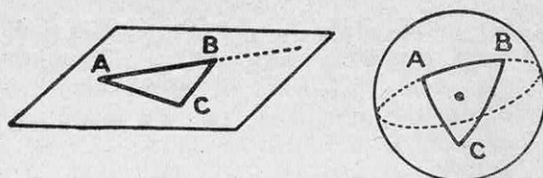

FIG. 4. — L'UNIVERS « RIEMANNIEN » EST A L'UNIVERS « EUCLIDIEN », TEL QUE NOUS LE CONCEVONS ORDINAIREMENT, CE QUE LA SPHÈRE EST AU PLAN
Sur le plan (fig. 4), la plus courte distance des deux points *A* et *B* est la droite *AB* ; on peut prolonger cette ligne indéfiniment, sans qu'elle revienne jamais en arrière ; la somme des angles d'un triangle *ABC* est rigoureusement égale à deux droits. Sur la sphère, la plus courte distance de deux points *A* et *B* est l'arc de grand cercle
FIG. 4. — COMMENT ON ÉTUDIE DANS UNE SALLE LA RÉFLEXION DU SON SUR LES PAROIS. L'opérateur, placé en a, donne un coup sec (pistolet ou, plutôt, claquette). Un microphone, disposé en un point voisin, reçoit les échos produits par les différentes parois, et les transmet à un oscillographe.
Comme sur les précédents diagrammes, les courbes supérieures t correspondent à un enregistrement chronométrique. Le diagramme supérieur A est l'oscillogramme obtenu, la salle étant vide ; le diagramme B est l'oscillogramme obtenu, la salle étant pleine. 0 correspond à l'enregistrement direct du bruit par le microphone ; 1 et 2, à l'enregistrement du son après réflexion sur le sol et sur la première banquette d (fig. 4) ; 3 et 4, après réflexion sur les autres banquettes ; 5, après réflexion sur le fond R de la salle ; 6, après double réflexion sur le fond R et la paroi V (fig. 4). Lorsque la salle est pleine (B), on constate que les réflexions sur les banquettes sont beaucoup moins nettes.
Pour étudier plus particulièrement la question des « échos » et se rendre compte des surfaces qui sont nuisibles à cet effet, on procédera un peu différemment. Au lieu d'employer un haut-parleur comme source sonore, on se contentera d'émettre un son bref — en tirant un coup de pistolet, par exemple, ou de préférence en provoquant un bruit de claquette qui est beaucoup plus sec — à l'endroit voulu. Le microphone enregistrera alors ce son, ainsi que tous les échos successifs. En inscrivant alors, sur la même feuille, les battements d'un chronographe, on peut déterminer, en outre, les durées des différents échos et, par suite, la distance de l'endroit où se trouve le microphone aux différentes surfaces réfléchissantes. Cette méthode est extrêmement précise (voir fig. 4 et 5). Elle a même permis de vérifier les cotes des salles portées sur les épures